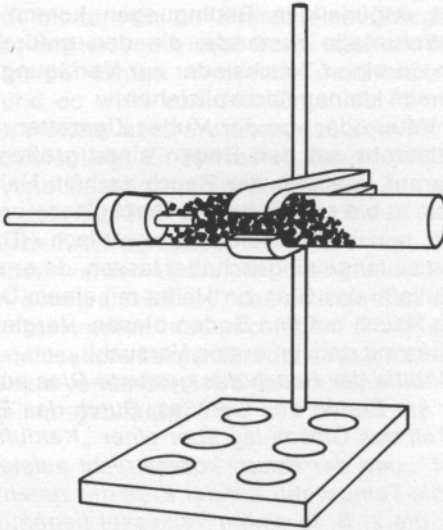

Abb. 25
- 2.17. Bei Bränden oder Gasunfällen ist es notwendig, daß z. B. Feuerwehrleute in Räume eindringen müssen, in denen giftige Gase in großer Konzentration enthalten sind. Wie sie ihr Leben in solchen Situationen schützen können, sollst du nun erfahren. Verschließe das weite Glasrohr mit dem durchbohrten Stopfen, in den du vorher das dünne Glasrohr gesteckt hast. Spanne die Rohre in die Reagenzglasklammer, die am Ständerstab befestigt wird. Das weite Rohr soll waagrecht liegen. Fülle nun die Holzkohle so in das weite Rohr, daß die gesamte Menge vor dem Stopfen liegt (Abb. 25). Laß an-